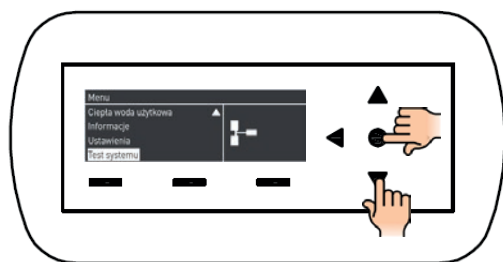

Rys. 22 Umiejscowienie korka gniazda analizy spalin
- a. Odkręcić korek gniazda analizy spalin (1) (Rys. 22 *Umiejscowienie korka gniazda analizy spalin*) i włożyć końcówkę analizatora w gniazdo,
- e. Wyregulować moc maksymalną kotła w celu uzyskania ilości CO₂ na poziomie 8.8-9.2 dla G20-G25 oraz 10.2-10.6 dla G30-G31; moc zmniejsza się odkręcając delikatnie śrubę (2), a zwiększa się dokręcając śrubę (Rys. 22 Umiejscowienie korka gniazda analizy spalin),
- g. Okręcić zaślepkę śruby do regulacji minimalnej mocy (3) (Rys. 22 Umiejscowienie korka gniazda analizy spalin); Wyregulować moc minimalną kotła w celu uzyskania ilości CO₂ na poziomie 8.8-9.2 dla G20-G25 oraz 10.2-10.6 dla G30-G31; moc zmniejsza się odkręcając delikatnie śrubę, a zwiększa się dokręcając śrubę;